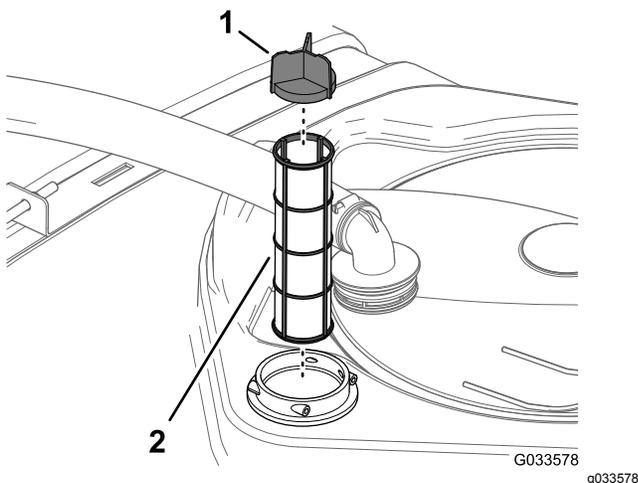

Figura 22
4. Retire o filtro de rede da sucção da estrutura do filtro no depósito (Figura 22).